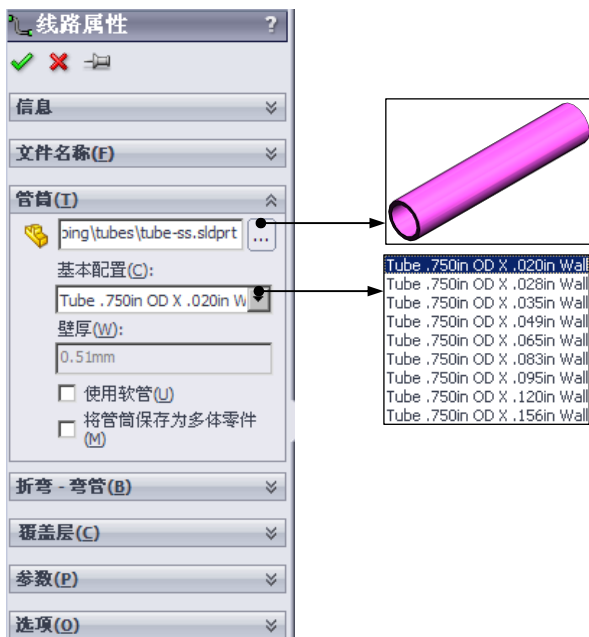

图 11.10.3 “线路属性”对话框
Step3. 定义开始步路点。右击设计树中 **oil_tank<1>** 节点下的 **连接点3**, 在系统弹出的快捷菜单中选择 **开始步路** 选项, 系统弹出图 11.10.3 所示的“线路属性”对话框。